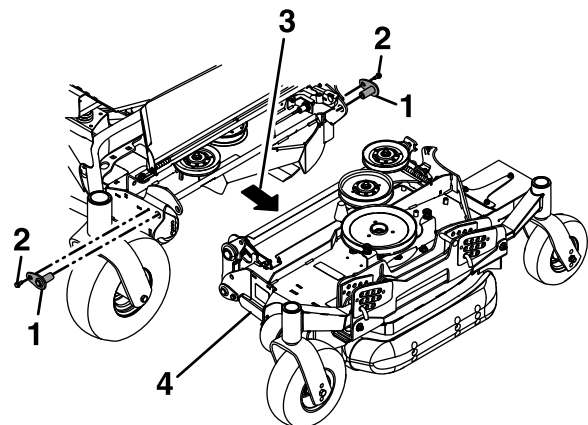

Figura 86
12. Retire y guarde los pernos que sujetan los pasadores de giro superiores a la carcasa, y luego retire los pasadores de giro (Figura 86).
13. Tire de la carcasa lateral hacia fuera para separarla de la carcasa central (Figura 86).
Alinee e instale los pasadores de giro superiores en la parte delantera y trasera de la carcasa, y sujételos con los pernos que se retiraron anteriormente (Figura 86).